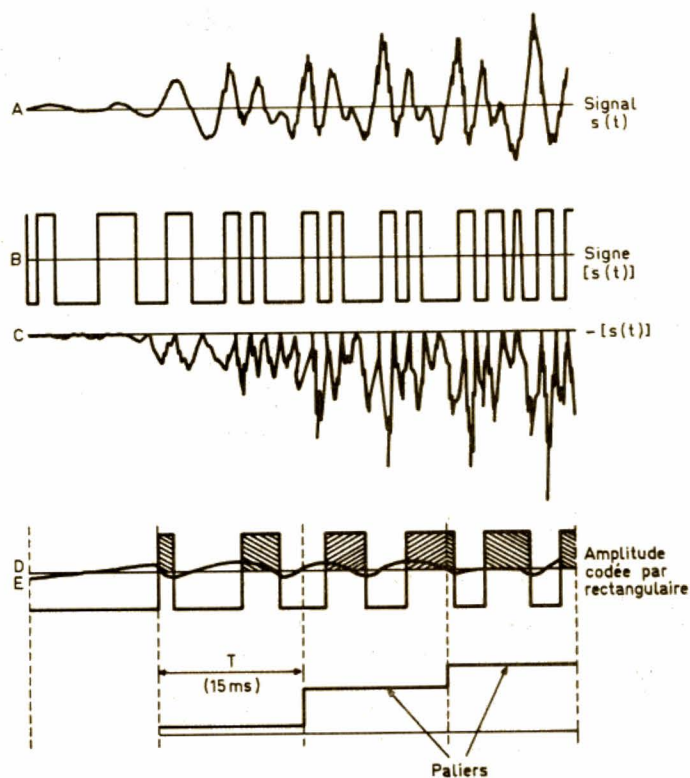

FIGURE 11
La figure 11 montre l'allure des signaux qu'on obtient aux divers points (A... E) du circuit de la figure 10. En B, le signal A est simplement écrêté, après forte amplification, pour obtenir une information sur le signe de l'alternance en cours. Après redressement des deux alternances du signal A, on obtient l'allure C. Après filtrage de C et comparaison (E) avec une tension de référence, on procède à une amplification, suivie d'écrêtage, pour aboutir à une rectangulaire (D) dont le rapport cyclique est fonction de la puissance moyenne du signal. A partir de cette rectangulaire, le processeur calcule les paliers de puissance qui sont indiqués dans le bas de la figure. La durée de palier T est de 15 ms, avec subdivision en 128 points d'analyse par palier.